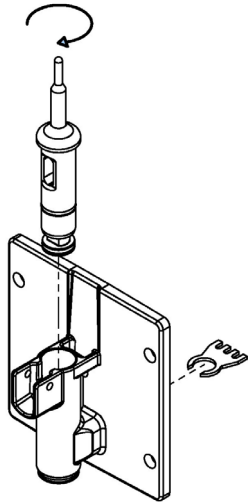

Figure 3-5 Enlèvement de la Barre du Brise-Glace et du Robinet
- I. Tournez le corps du robinet jusqu'à ce que la barre du brise-glace puisse être retirée. Retirez la barre du brise-glace (voir figure 3-5).